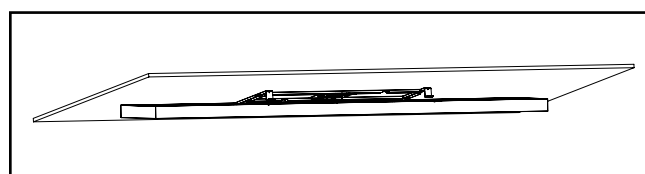

Figure 5.
9. Faites pivoter le luminaire vers le haut pour qu'il soit presque parallèle au plafond. Soulevez et tirez le luminaire sur la charnière arrière, puis soulevez l'avant du luminaire jusqu'à ce que les deux boutons-pression soient enclenchés. Tirez légèrement sur le luminaire pour vous assurer que les boutons-pression sont bien engagés (voir la figure 5).